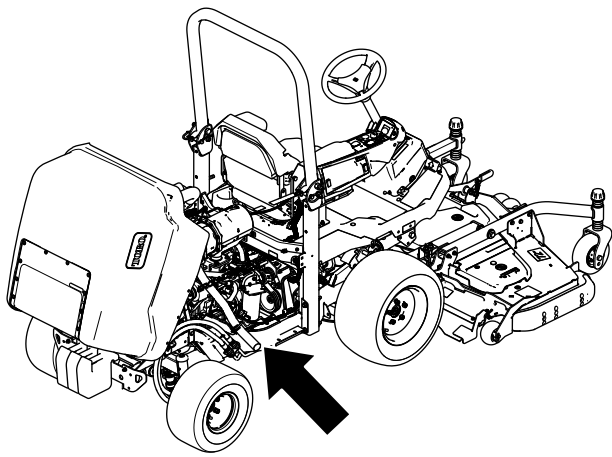

Figura 1
1. Levante el capó (Figura 1).